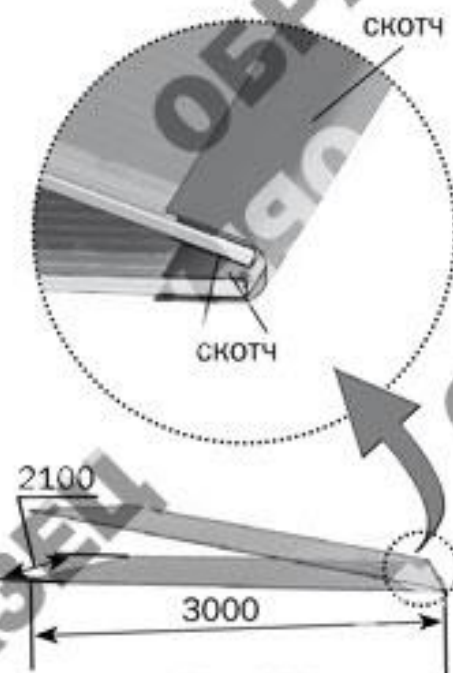

Рис.25
9. Для покрытия верха теплицы листы 6 х 2,1 м режутся пополам на куски 3 х 2,1 м, с соблюдением прямого угла линии реза к боковой кромке листа. Затем половинки листа складываются по линии реза, с совмещением боковых кромок, чтобы защитный слой поликарбоната был снаружи. Несовпадение кромок после разреза и складывания половинок устраняется подрезанием выступающей кромки. Если выступы кромок (погрешность реза) превышает 5 мм, то нужно выровнять по линейке обе кромки, чтобы обеспечить прямой угол кромки реза к боковым кромкам. Защитная пленка снимается с поликарбоната без нарушения взаимного положения половинок листа. Соты поликарбоната закрываются скотчем, а затем обе половинки соединяются скотчем между собой по кромкам реза (**рис. 25**).